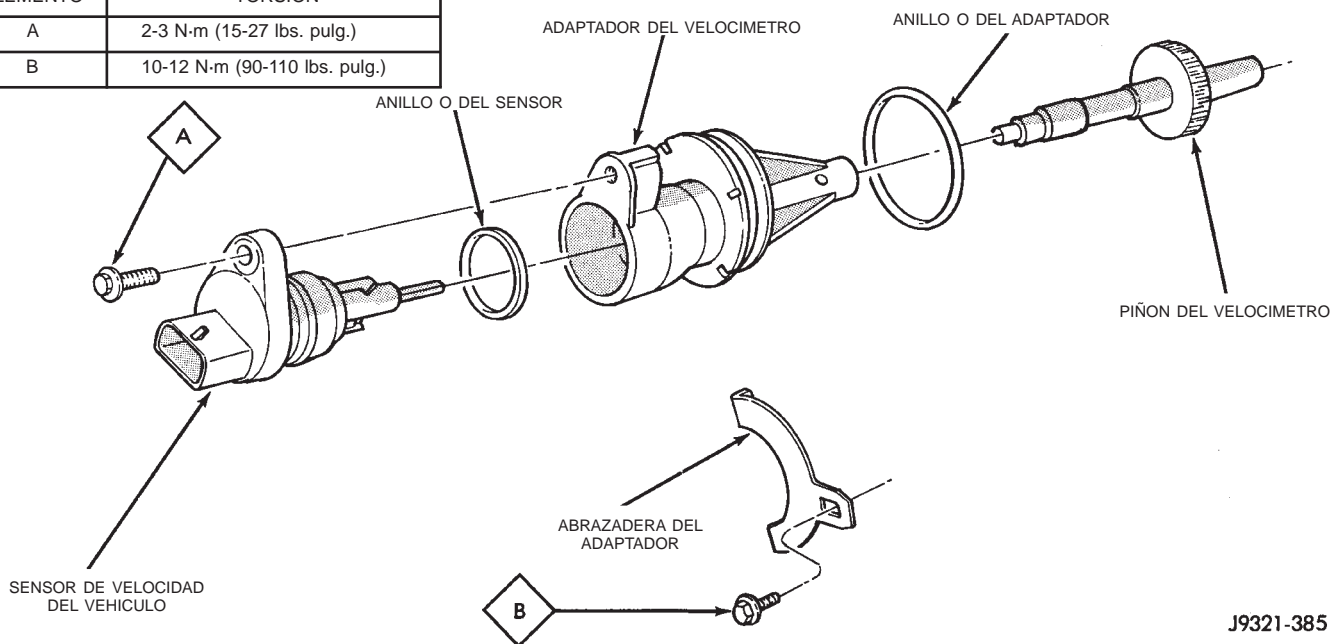

Fig. 4 Componentes del velocímetro
(2) Eleve el vehículo.
(3) Afloje la contratuerca del muñón de ajuste y retire la varilla de cambio de marcha del muñón (Fig. 4). Si la varilla no tiene suficiente recorrido para salir del muñón, extraiga el muñón del eje de torsión.
(4) Baje el vehículo.
(5) Retire la consola. Para informarse sobre los procedimientos, consulte el grupo 23, Carrocería.
(6) Retire los tornillos que fijan el conjunto de la palanca al suelo de la carrocería y retire el conjunto y la varilla de cambio (si ésta se ha dejado instalada).